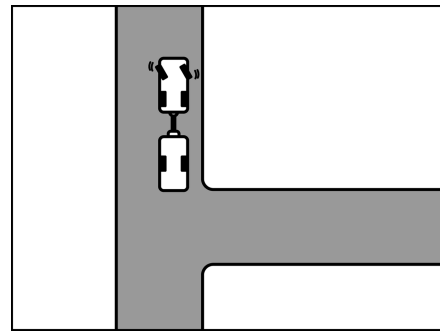

Fig. 11 Sterzare verso sinistra
- A rimorchio fermo sterzare verso sinistra (Fig. 11).